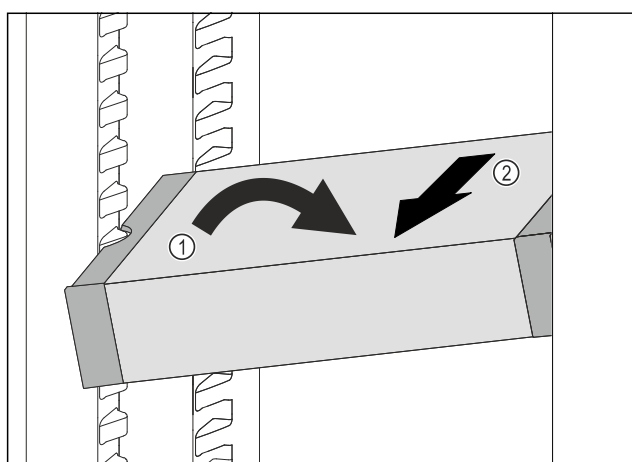

Fig. 93
- VarioSafe in het koelgedeelte schuin zetten. Fig. 93 (1)
- VarioSafe naar voren toe verwijderen. Fig. 93 (2)